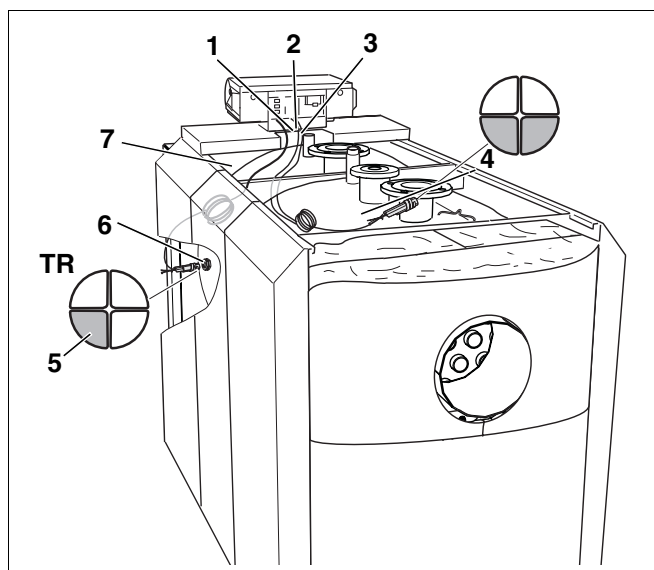

Рис. 37 Монтаж комплекта датчиков температуры на SE735
- Провести датчик системы управления Logamatic и капиллярный датчик предохранительного ограничителя температуры (рис. 37, поз. 3) с 2 заглушками на четверть круга под средней траверсой и вставить в точку замера на подающей линии котла (рис. 37, поз. 4).
- Провести датчик регулятора температуры (рис. 37, поз. 5) по корпусу котла сбоку к точке замера (рис. 37, поз. 6). Здесь используйте 3 заглушки на четверть круга. Регулятор температуры обозначен как "TR".
- поз. 5: датчик регулятора температуры (TR)
- Лишний кабель, капиллярные трубки и провод датчика смотать и уложить на теплоизоляцию корпуса котла (рис. 37, поз. 2).
- Кабель горелки провести через кабельный ввод передней крышки котла (рис. 37, поз. 2).
- Вставить капиллярный датчик предохранительного ограничителя температуры (рис. 37, поз. 1), датчик температуры на системе управления и датчик дополнительного модуля ZM 427 с одной заглушкой на четверть круга в точку замера на подающей линии котла (рис. 37, поз. 4).
- Провести датчик регулятора температуры (рис. 37, поз. 5) в точку замера на корпусе котла (рис. 37, поз. 6).